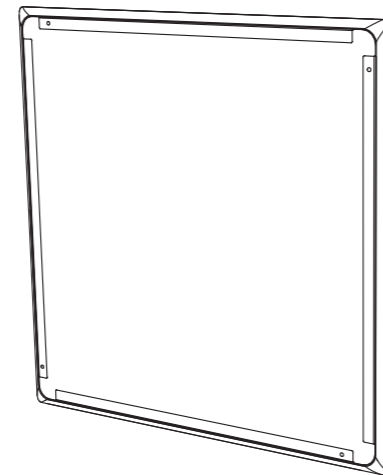

Fig. 19. Install the paint mask
2. Presione la máscara de pintura en la parte delantera de la lata trasera, donde se mantendrá en su lugar mediante imanes. Esta máscara se deja en su lugar mientras se pinta el techo y el marco del marco (Fig.19).